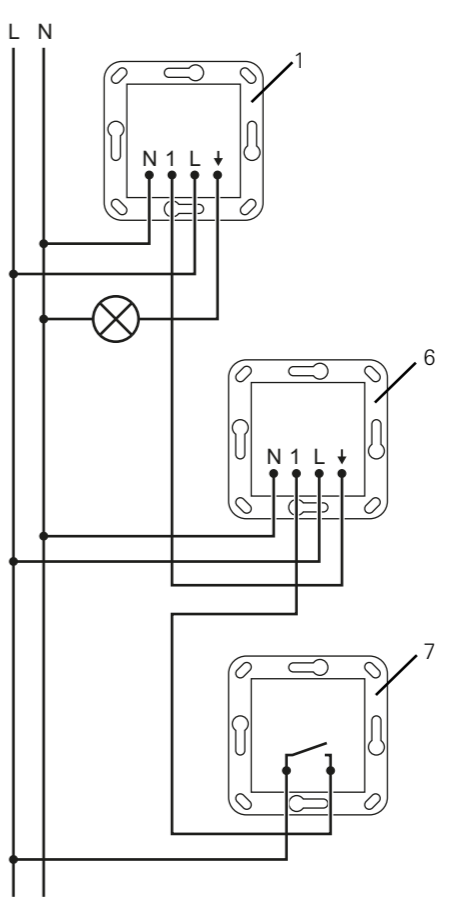

Рисунок 4: Схема подключения с дополнительным устройством
Для расширения зоны обнаружения подключите дополнительные устройства Sensotec LED, см. (рисунок 4) схему подключения. При этом главное устройство обрабатывает сигналы движения дополнительных устройств.
- Подключите вставку скрытого монтажа согласно схеме подключения (рисунок 4).